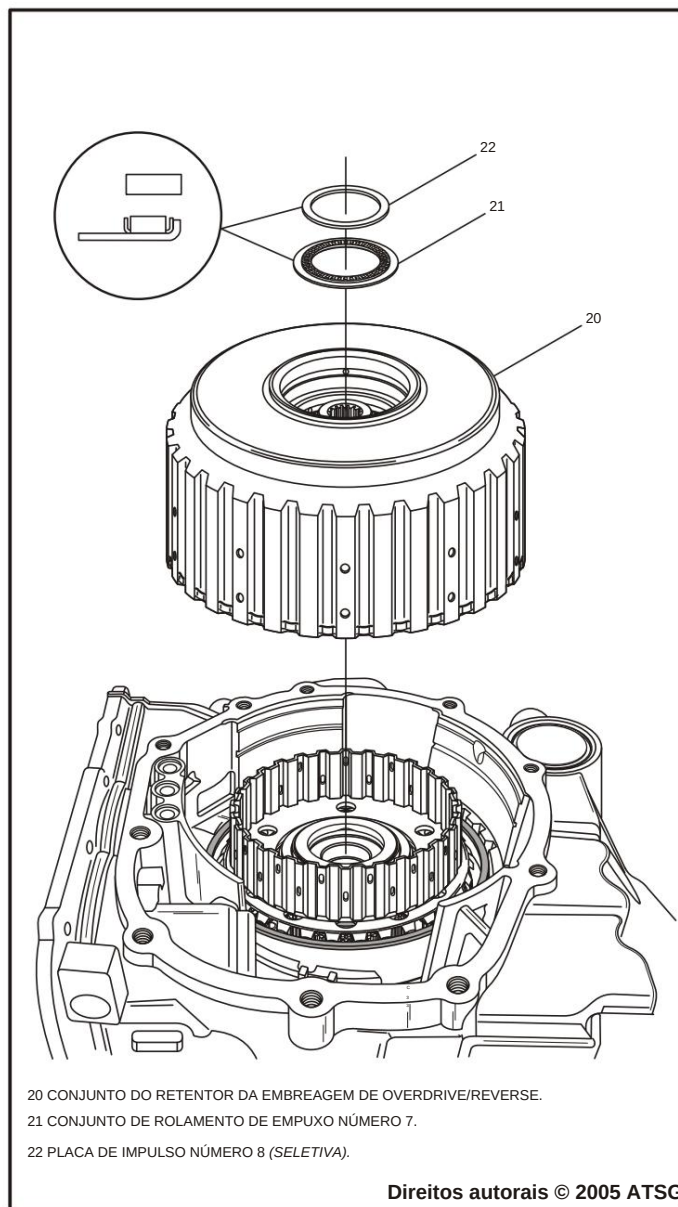

Figura 184
65. Instale a carcaça da embreagem de overdrive/ré, conforme mostrado na Figura 184, girando a carcaça para frente e para trás até que todas as embreagens de overdrive estejam engatadas no cubo e todas as embreagens de ré estejam engatadas no protetor solar e a carcaça esteja totalmente assentada.
66. Instale o rolamento axial número 7, conforme mostrado na Figura 184.
8. Ele é mostrado na Figura 184 apenas para referência de onde ele vai quando chegar a hora de instalar a lavadora.